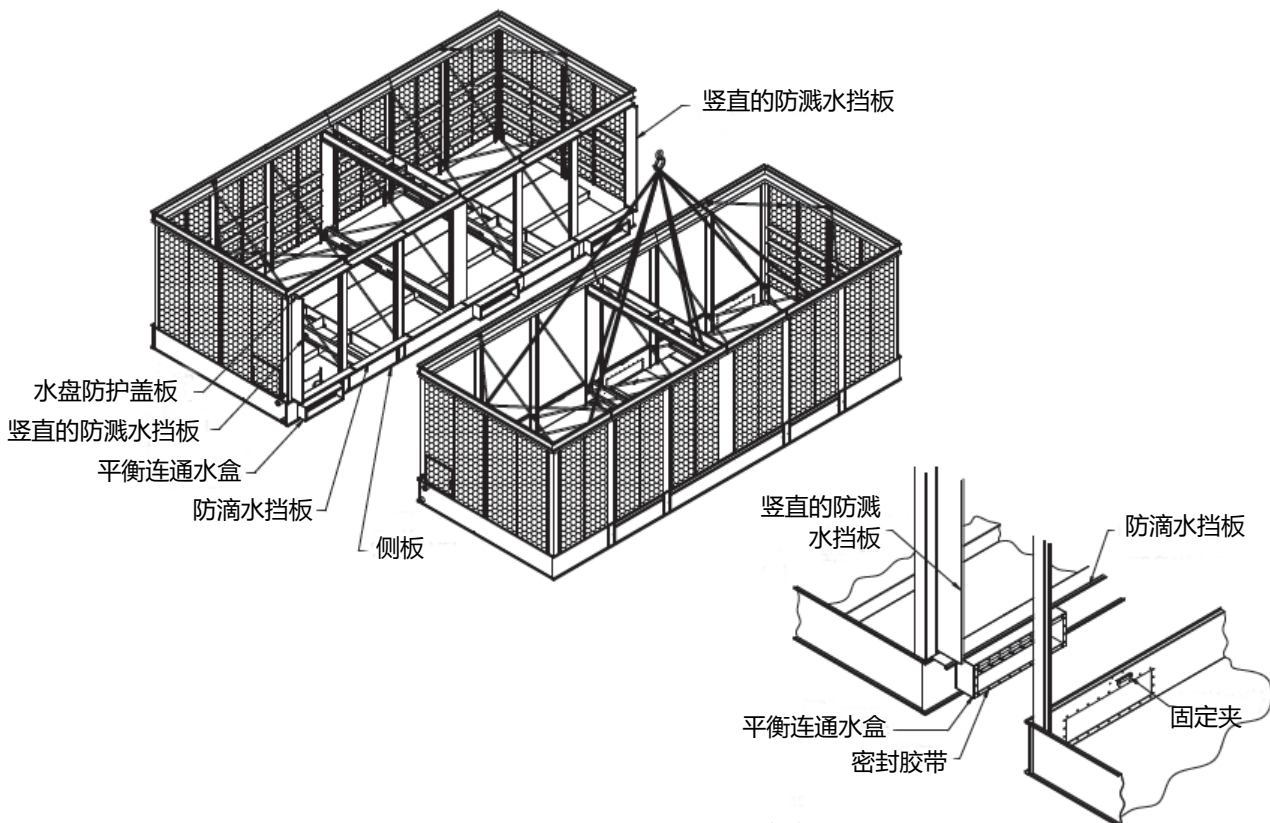

图3 - 机组水盘段的连接
7. 将第二个机组水盘段吊起，靠近已放置在钢结构支撑上的平衡连通水盒，如图3所示。
3. 在竖直的防溅水挡板底部铺贴密封胶带。把竖直的防溅水挡板放在立柱的折弯处。对于镀锌钢机组，采用5/16"（8mm）的自攻螺钉固定竖直挡板。对于不锈钢机组，采用5/16"（8mm）的不锈钢螺母及螺栓来固定竖直挡板（如图3所示）。
4. 一旦竖直的防溅水挡板的底部接触到防滴水挡板，将水盘防护盖板放置在机组水盘段的上折边处，如图3所示。用5/16"（8mm）的自攻螺钉（适用于镀锌钢机组）或者不锈钢螺母及螺栓（适用于不锈钢机组）将水盘防护盖板连接到竖直的防溅水挡板上。